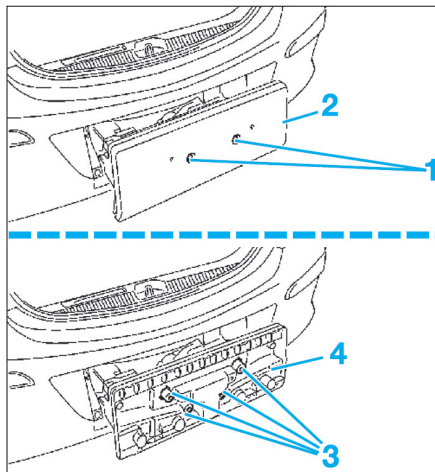

Fig. 51
- Déposer les vis (1) (Fig.51).